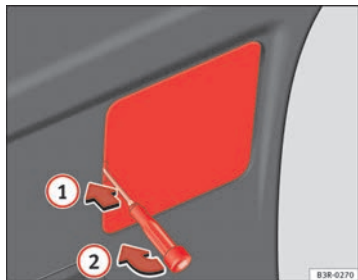

Abb. 234 Abdeckung in der Heckklappenverkleidung entfernen
- Stecken Sie den Schraubendreher in die Aussparung der Abdeckung ⇒ Abb. 234 ① und hebeln Sie die Abdeckung heraus ②.